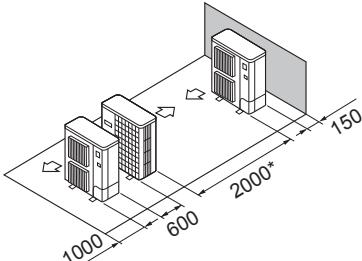

Fig. 2-13
⑤ Расположение приборов в один горизонтальный ряд (Fig. 2-13)